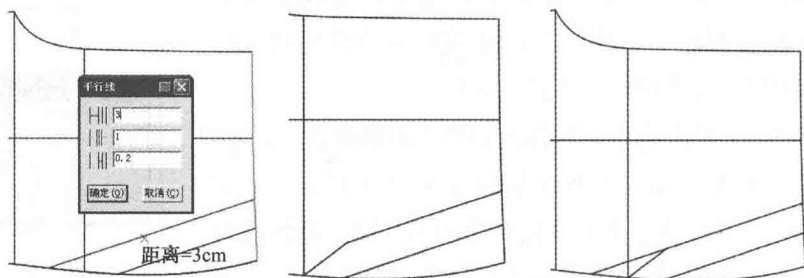

图 7-18 画袋贴
(17) 选择  【智能笔】工具按住【Shift】键, 光标成为三角板, 进入【平行线】功能。输入袋口贴宽度 3cm, 并画好袋口贴(图 7-18)。